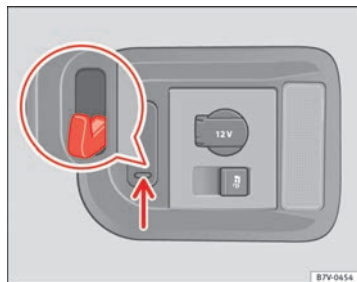

Abb. 99 Im Gepäckraum: Taschenhaken.
Im Gepäckraum rechts kann sich ein herausklappbarer Taschenhaken befinden → Abb. 99, an dem leichte Einkaufstaschen befestigt werden können.
- Unten auf den Taschenhaken drücken → Abb. 99 (Pfeil) und herausklappen.